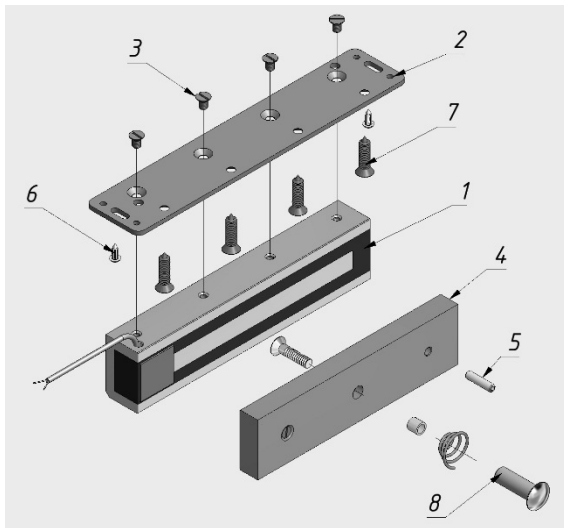

Рисунок 1
В комплект поставки замка **AL-350FB-01** входит (рисунок 1):
5.4 Для обеспечения эксплуатационных параметров замка якорь при закрывании двери должен плотно прилегать к рабочей поверхности корпусной части, что достигается смещением корпуса замка вдоль регулировочных пазов пластины. Окончательное крепление корпуса замка выполняется саморезами (поз.7 рисунок 1).